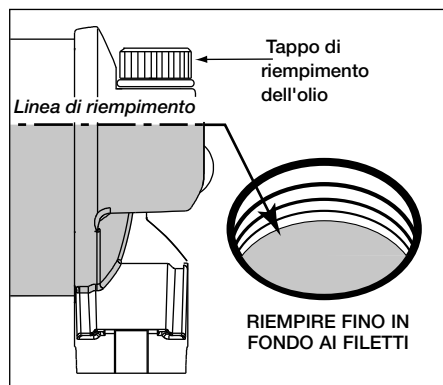

Figura 16, Livello Serbatoio dell'olio
3. Controllare il livello dell'olio. Vedere la Figura 16. Se il livello dell'olio è basso, aggiungere dell'olio aggiuntivo fino a che il livello dell'olio è sopra all'ultimo filetto dell'apertura del tappo di riempimento dell'olio.